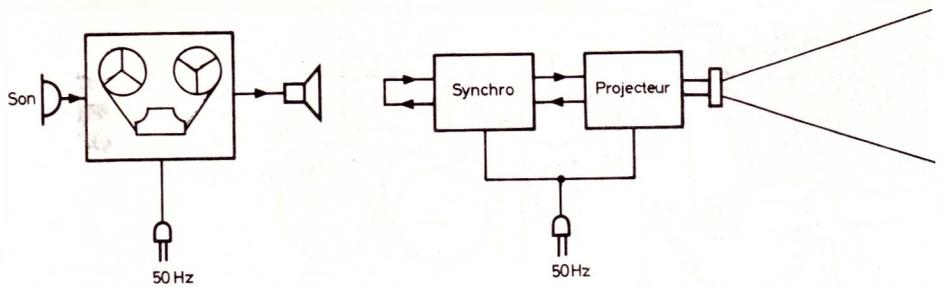

Figure 4
1) synchronisation d'un projecteur et d'un magnétophone « secteur » : fig. 4